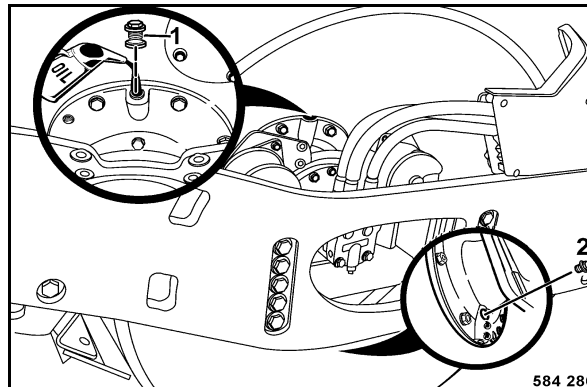

Fig. 172
- Après l'écoulement de l'huile, déplacer la machine de sorte que le bouchon de contrôle du niveau (2) (Fig. 172) se trouve au point le plus bas.
- Installer un joint neuf sur les bouchons de contrôle du niveau (2), de vidange et de remplissage (1) et les revisser.